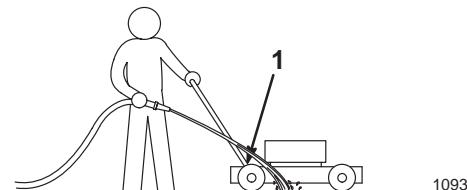

Abbildung 17
3. Den Gartenschlauch aufdrehen, in Griffstangenhöhe halten und das Wasser auf den Boden direkt vor dem rechten Hinterrad richten (Abb. 17).